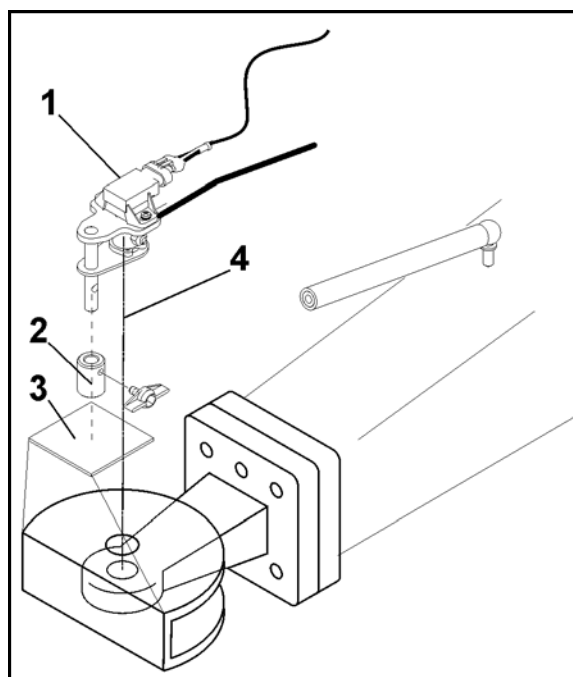

Bild 132
- Avståndet mellan kopplingspunkten och vinkelgivaren (Bild 132/ X) bör vara så litet som möjligt (särskilt vid dragstång för hitchkrok).